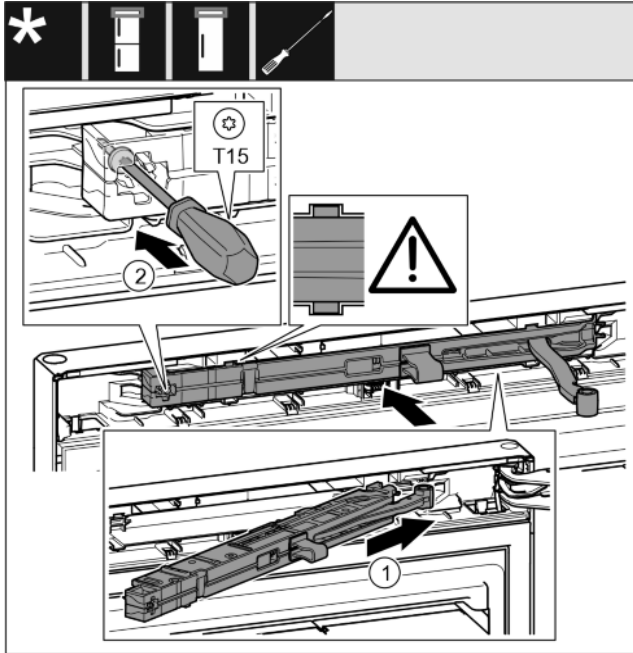

Fig. 38
- ▶ Sluitdempereenheid aan de zijde van de lagerbus tot de aanslag schuin in de uitsparing schuiven. *Fig. 38 (1)*
- ▶ Schroef met een schroevendraaier T15 vastschroeven. *Fig. 38 (2)*